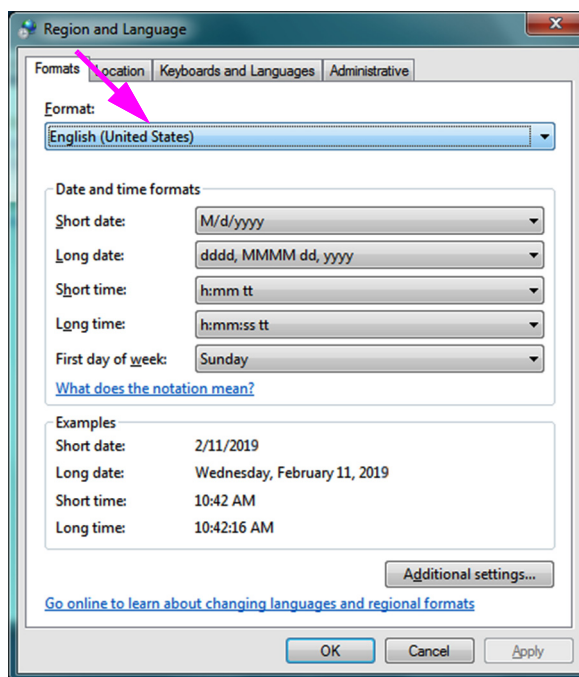

Figura C-15. Finestra a comparsa Region and Language (Paese e lingua), scheda Formats (Formati)
5. Viene visualizzata la finestra Region and Language (Paese e lingua) (vedere la Figura C-15).